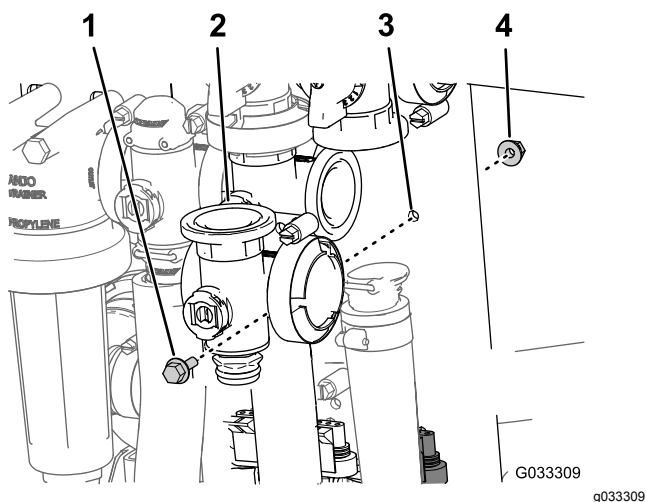

Figura 67
3. Retire o parafuso de cabeça flangeada e a porca flangeada que prendem a válvula mestre à montagem da válvula e retire o coletor da válvula da máquina (**Figura 67**).